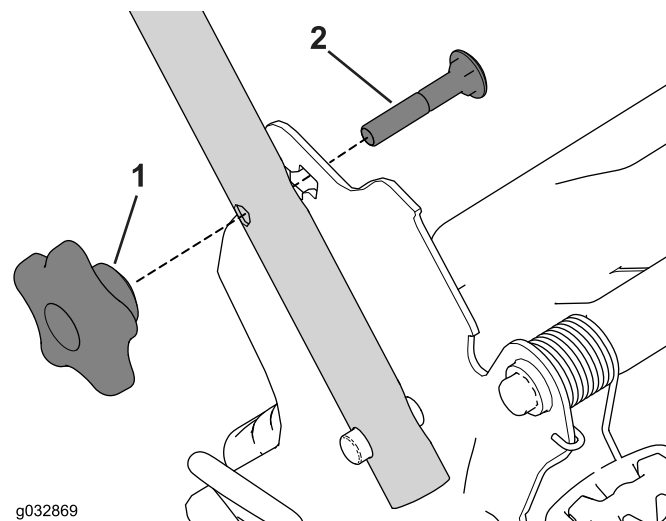

Figure 28
1. Retirez et conservez les 2 boutons et les 2 boulons de carrosserie du support du guidon (Figure 28).